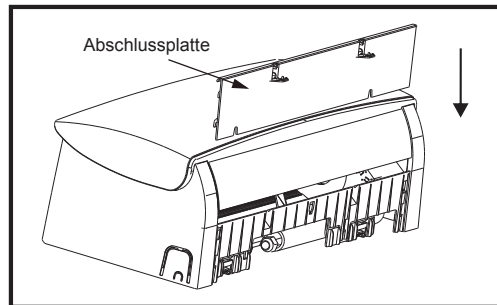

Abb. 20
8) Installieren Sie die Abschlussplatte auf der Inneneinheit, wie in Abb. 20 gezeigt, installieren Sie dann die Schraube, und schließen Sie die Schraubenabdeckung .